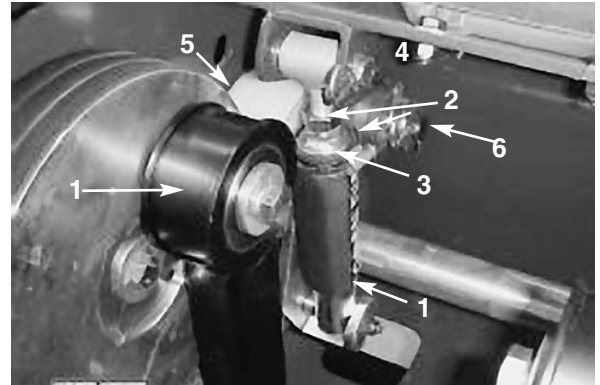

Bild 31
1. Lockern Sie die Klemmmutter, mit der das Spannscheibenrohr am Spannarm befestigt wird (Bild 31).
2. Drehen Sie den Sechskant an der Oberseite des Spannscheibenrohrs, bis die Feder schlaff ist (Bild 31).
3. Entfernen Sie den Splint und den Spannscheibenstift, mit denen die Oberseite der Federgruppe am Rahmen befestigt wird (Bild 31).
4. Entfernen Sie den Splint, mit dem die Spannscheibengruppe an der -welle befestigt wird (Bild 31). Ziehen Sie die Spannscheibengruppe von der -welle ab.
5. Entfernen Sie die Schraube, Sicherungsscheibe und Scheibe, mit denen die Oberseite des Zinkenarms an der Spannscheibe befestigt wird (Bild 31).